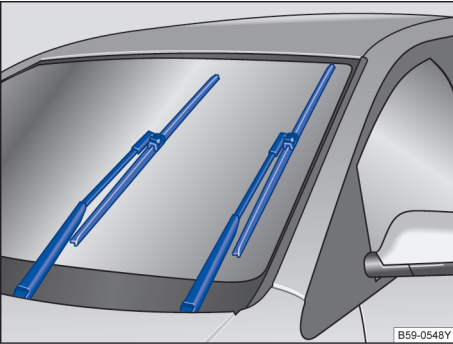

图 139 处于保养位置的刮水片
- 将风窗玻璃刮水器拨杆向下拨至点动刮水位置。使刮水器处于保养位置→ 图 139。